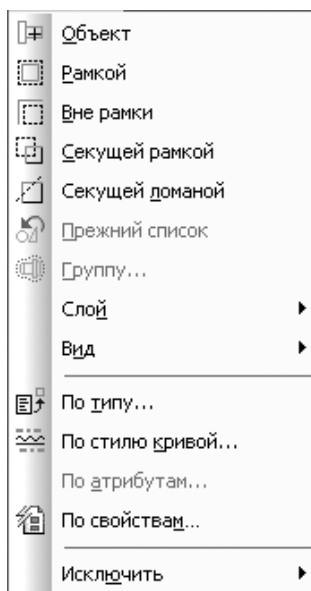

Рис. 1.90. Выпадающее меню пункта главного меню **Выделить** в режиме создания чертежа
- щелкните в главном меню по пункту **Выделить**. Появится выпадающее меню, показанное на рис. 1.90;